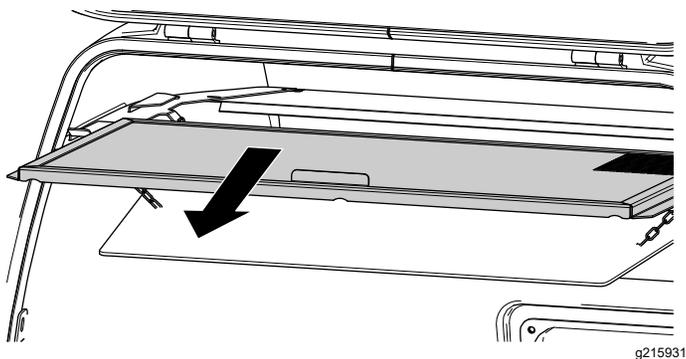

**Bild 138**
2. Ziehen Sie den Auslösehebel unten am Fangboxgitter nach unten (Bild 138).